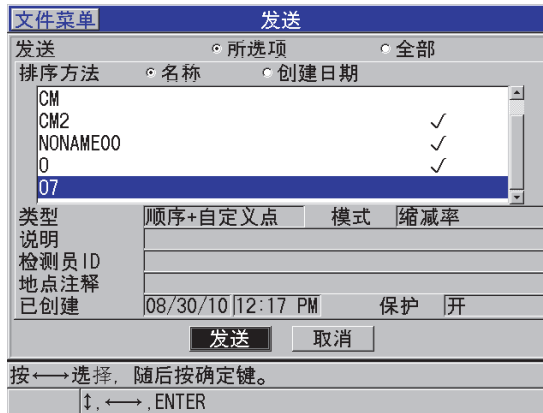

图 14-6 选择要发送的文件
4. 在**发送**屏幕中（参见第 253 页的图 14-6）：